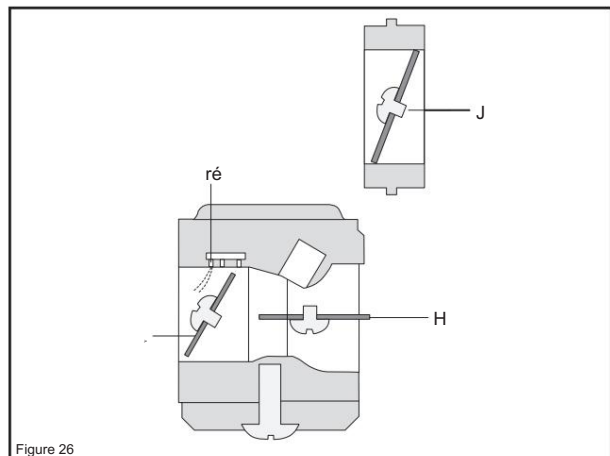

Figure 26
L'air est aspiré par une ouverture dans le papillon des gaz et une petite quantité de carburant est fournie par le gicleur du diffuseur (D). (voir figure 26)